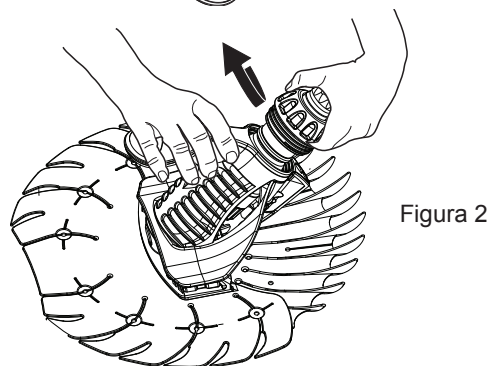

Figura 2
1. Desenrosque la tuerca manual (ver Figura 2).